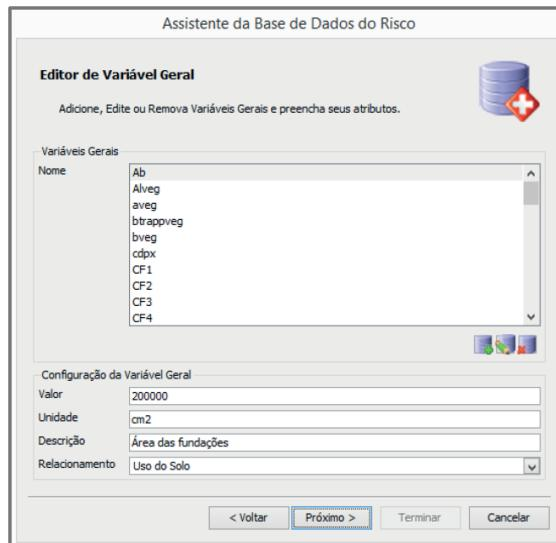

Figura 2.113 Editor de Variável de Risco.
- Editor de Variável Geral: nesta janela estão disponíveis para edição as variáveis gerais utilizadas na metodologia selecionada na janela anterior (Figura 2.113).